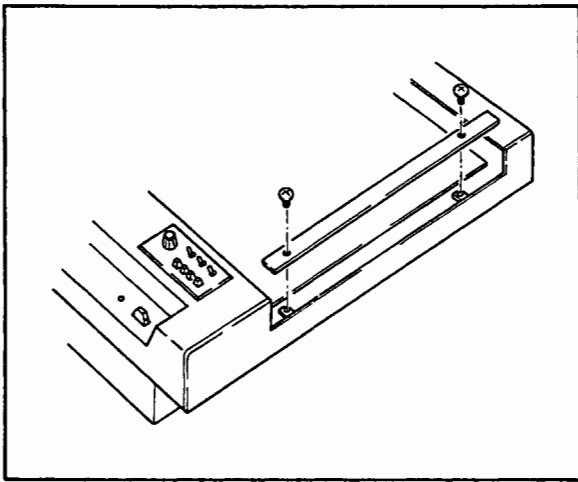

図 3.22
- (1) 図3.22のように記録紙テーブルの両端にとめてある細長い板をとりはずします。はずしたネジはなくさないように注意してください。
取り付けは、記録紙テーブルの両端に止めてある細長い板（図 3.22 参照）を取りはずし、付属のネジを上下 2 本ずつほんの少しゆるめに取り付けておきます。